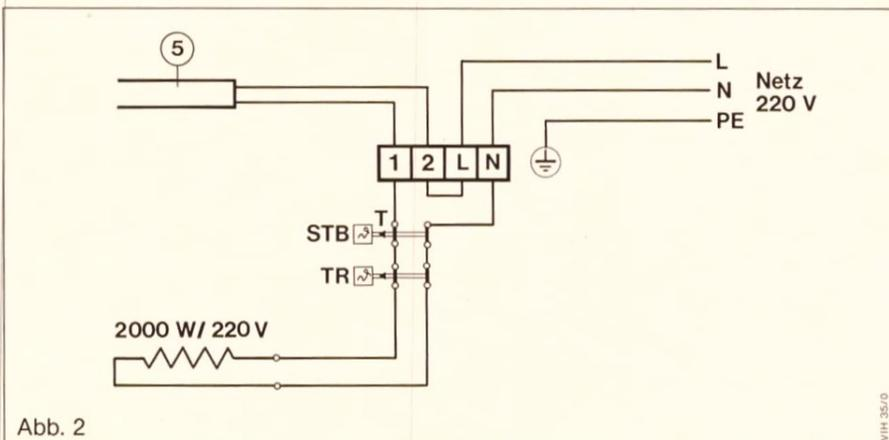

Abb. 2
(Siehe auch Pos. ⑤ im Verdrahtungsplan Abb. 2.)
Netzzuleitung (9) und Schaltkabel (8) durch die Kabeldurchführung (7) im Gehäuse (4) führen und entsprechend Abb. 2 anklemmen.